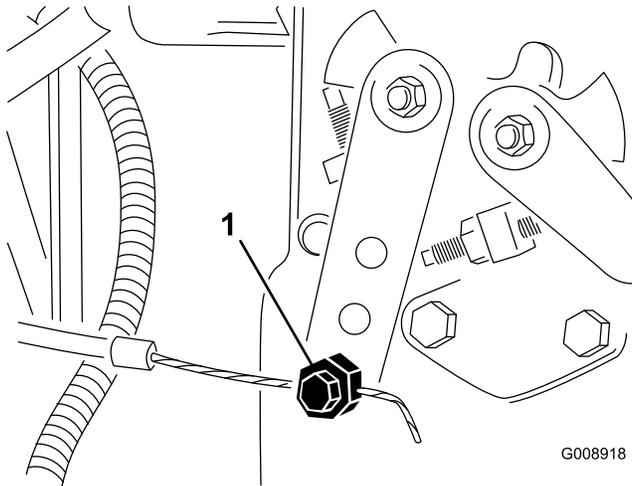

Bild 74
2. Lockern Sie den Anschluss des Gaszugs am Arm der Einspritzpumpe (Bild 74).